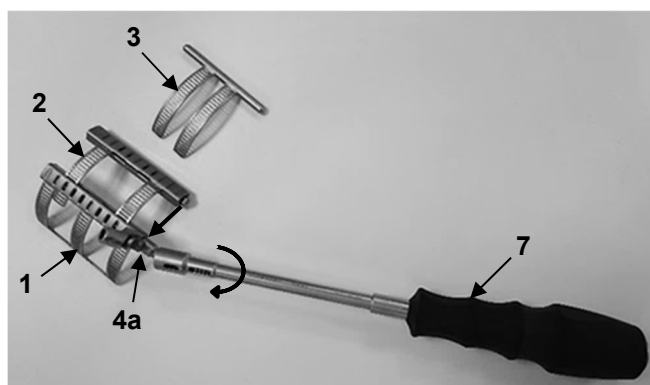

Abb. 13
1. Primäres Element (2) in das Basiselement (1) einsetzen und mittels Kardan Schraubendreher LMT-4 (7) einfahren. Hierfür die Außensechskantschraube an dem Kastenmodul des Basiselements (4a) mithilfe des Kardan Schraubendrehers LMT-4 (7) gegen den Uhrzeigersinn drehen (Abb. 13).